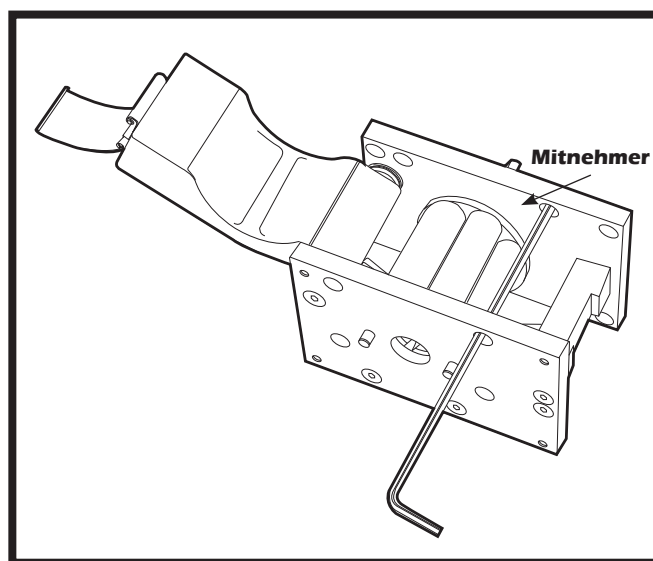

Abbildung 2, Montage des Pumpenkopfes
1. Verbinden Sie den Pumpenkopf mit dem Pumpenantrieb, indem Sie den Mitnehmer am Pumpenkopf (Abbildung 2) an der Mitnehmeraufnahme in der Motorwelle und die Führungszapfen am Antrieb an den Aufnahmebohrungen am Pumpenkopf ausrichten.